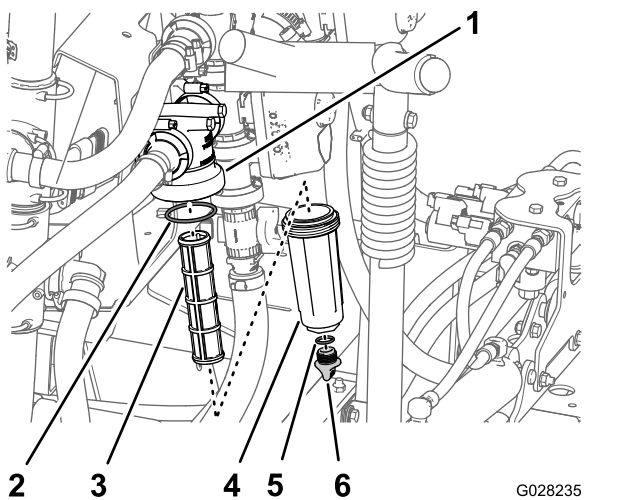

Bild 48
2. Stellen Sie eine Auffangwanne unter den Druckfilter (Bild 48).
- Drehen Sie die Ablasskappe nach links und nehmen sie von der Glocke des Druckfilters ab (Bild 48).
- Drehen Sie die Glocke nach links und nehmen den Filterkopf ab (Bild 48).
- Entfernen Sie den Druckfiltereinsatz (Bild 48).
- Prüfen Sie die Dichtung für die Ablassschraube (in der Glocke) und die Dichtung für die Glocke (im Filterkopf) auf Beschädigungen und Abnutzung (Bild 48).
- Setzen Sie den Druckfiltereinsatz in den Filterkopf ein (Bild 48).
- Befestigen Sie die Glocke am Filterkopf und ziehen sie mit der Hand an (Bild 48).
- Befestigen Sie die Ablassschraube am Anschlussstück unten an der Glocke und ziehen sie mit der Hand an (Bild 48).